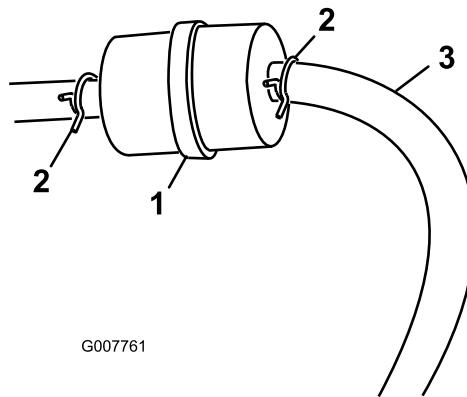

Рисунок 29
| <p>5. Установите новый фильтр и передвиньте шланговые хомуты ближе к фильтру (Рисунок 29).</p> | |
- Сожмите концы шланговых хомутов и сдвиньте их с фильтра (Рисунок 29).
- Ослабьте шланговый хомут на топливном фильтре и отодвиньте его по топливному трубопроводу от фильтра (Рисунок 29).
- Отсоедините топливный трубопровод от топливного фильтра (Рисунок 29).
Примечание: Слейте бензин в канистру для топлива или сливной поддон (Рисунок 29).
- Установите топливный трубопровод на топливный фильтр. Передвиньте планговый хомут к топливному фильтру, чтобы закрепить топливный трубопровод (Рисунок 29).